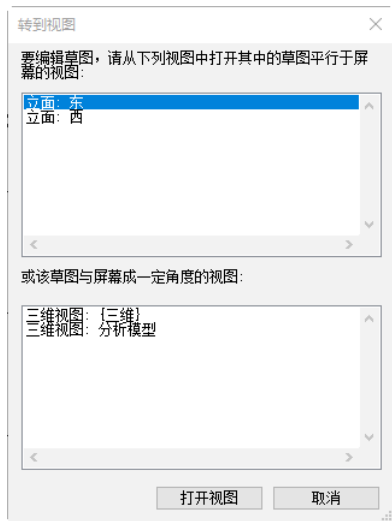
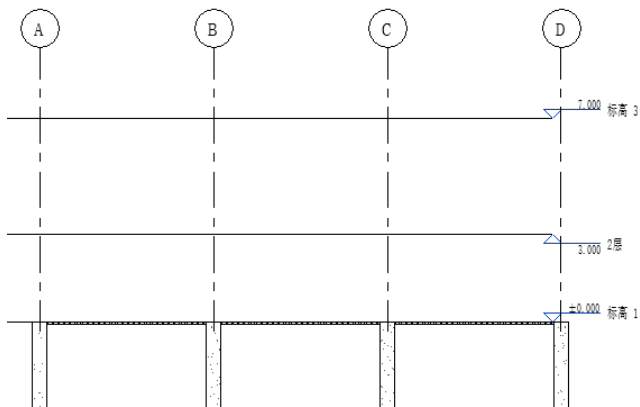

图 11-62 “转到视图”对话框
图 11-63 东立面轴网 6 截面
(3) 打开“转到视图”对话框，选择“立面: 东”视图，如图 11-62 所示，单击“打开视图”按钮，将视图切换至东立面轴网 6 截面，如图 11-63 所示。